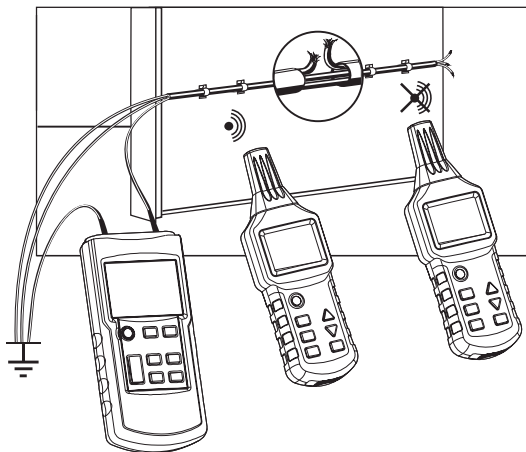

Fig. 3-1-3
- Alla ledningar som inte behövs ska anslutas till hjälpjord enligt bild 3-1-3.
- Anslut sändaren till en ledning och till en hjälpjord enligt Fig. 3-1-3.